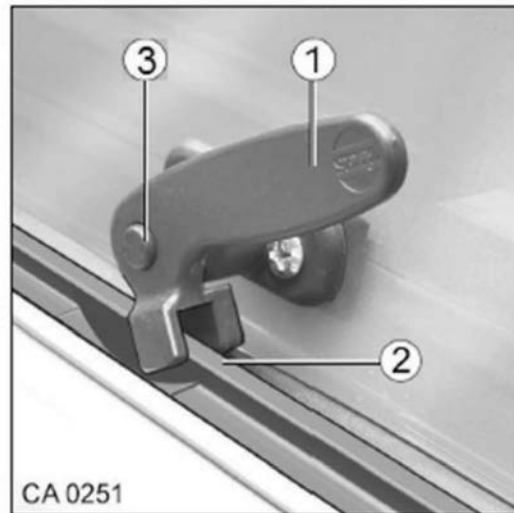

Fig. 56 Verrouillage des vitres orientables
1. Appuyer sur le bouton de blocage (Fig. 56/3) et le maintenir appuyé.
2. Placer le levier de verrouillage (Fig. 56/1) verticalement.
4. Tourner de nouveau la clé du levier de verrouillage (Fig. 56/1) en position initiale. Fermer le levier de verrouillage de manière à ce que celui-ci s'engage autour de l'entretoise de la vitre (Fig. 56/2).
5. Vérifier si le bouton de blocage n'est pas enfoncé, mais sécuriser le levier de verrouillage (Fig. 56/1).